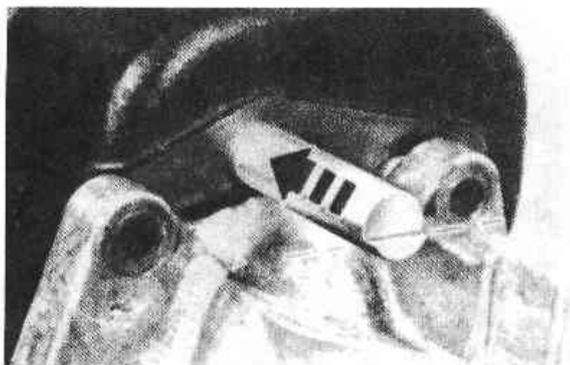

Рис. 6.23. Установка промежуточного вала коробки передач типа В (Разд. 7)
30. Поверните ось промежуточного вала так, чтобы он занял положение, показанное на Рис. 6.23 или 6.24. Легкими ударами запрессуйте его на место, пока главная часть оси промежуточного вала не окажется заподлицо с задним торцом коробки передач.